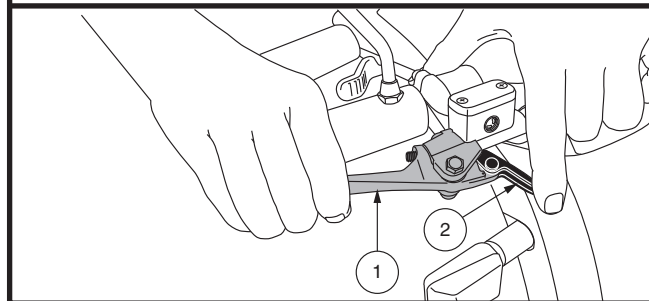

Figura 2. Leva freno a mano e blocco freno (nella posizione bloccata)
- Premere una volta il pulsante **High-Low** per impostare la velocità sulla regolazione alta. L'indicatore High-Low viene visualizzato sullo schermo LCD. **Vedere figura 2.** L'uso di questa impostazione insieme ai pulsanti di regolazione della velocità consente al veicolo di raggiungere la velocità massima pre-programmata.
Questa leva attiva l'arresto di emergenza. In movimento, rilasciare la leva dell'acceleratore e tirare delicatamente la leva del freno a mano per fermarsi. L'efficacia del freno a mano può essere modificata stringendo o allentando la vite di arresto situata sulla leva del freno a mano. **Vedi figura 2.**
Il freno a mano si può bloccare e utilizzare come freno di parcheggio tirando completamente la leva e attivando il blocco del freno. **Vedere figura 2.** Per rilasciare il blocco del freno, tirare completamente il freno a mano.